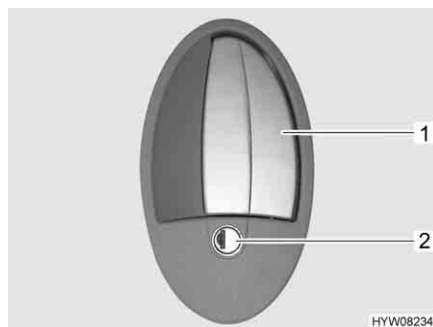

Fig. 10 Serratura della porta, lato esterno
- Inserire la chiave nel cilindro della serratura (Fig. 10,2) e ruotare fino a quando la serratura della porta si sblocca.
- Tirare la maniglia della porta (Fig. 10,1). La porta è aperta.
- Inserire la chiave nel cilindro della serratura (Fig. 10,2) e ruotare fino a quando la serratura della porta si blocca.